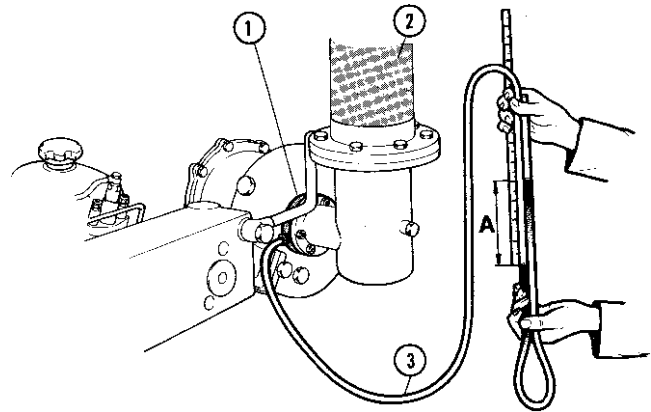

Fig. 200. Kontroll av avgasmottryck
4. Anslut en genomskinlig plastslang till mätflänsen enligt fig. 200 eller alt. en lågtrycksmanometer.